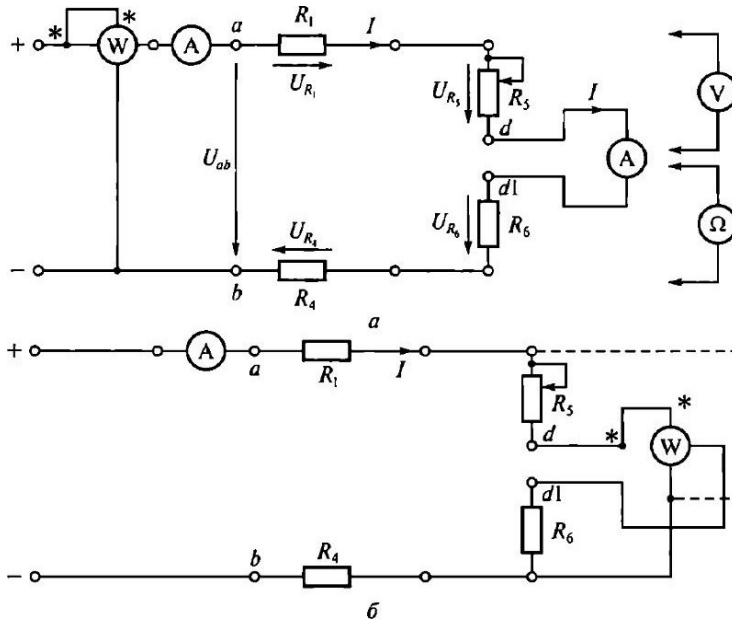

Рис. 2.1. Схемы ЭЦ постоянного тока для проверки:
3.2. Записать в протоколе испытаний применительно к ЭЦ, показанной на рис. 2.1, выражения для закона Ома, 2-го правила Кирхгофа и баланса мощностей.
- 3.5. Собрать ЭЦ в соответствии с рис. 2.1, а, установив вместо перемычки d — d1 миллиамперметр постоянного тока. После проверки схемы преподавателем подать в ЭЦ постоянное напряжение U_{ab} . Установить любое значение U_{ab} в пределах 10 ... 20 В и занести это значение в табл. 2.1.
- 3.8. Не изменяя сопротивления резистора R_5 и напряжения питания U_{ab} , измерить с помощью ваттметра мощность, потребляемую каждым элементом ЭЦ и всей цепью ($P_{аб}$). Для этого токовую катушку ваттметра включать последовательно с исследуемой ветвью, в катушку напряжения — параллельно ветви (см. рис. 2.1, б). Результаты занести в табл. 2.1.
5.2. Записать в протоколе испытаний применительно к ЭЦ, показанной на рис. 2.1, выражения для закона Ома, 2-го правила Кирхгофа и баланса мощностей.
5.3. В табл. 2.4 даны значения сопротивлений ЭЦ, приведенной на рис. 2.1. Напряжение питания U_{ab} задается преподавателем.